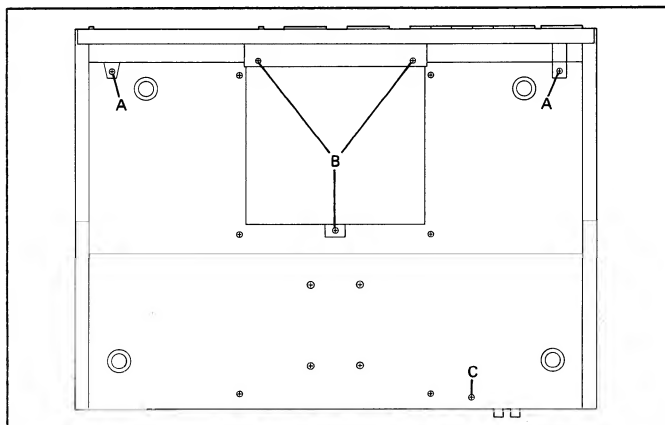
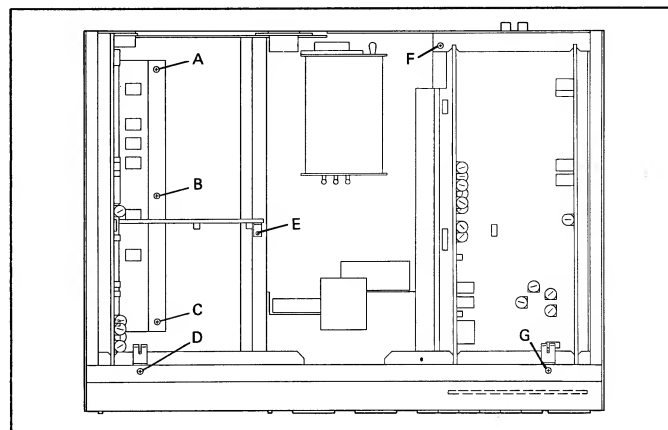

Fig. 2.1
Fig. 2.2
- an der Geräteunterseite drei Schrauben [B] (Fig. 2.1) entfernen
- zwei Stecker abziehen, Schraube [E] (Fig. 2.2) entfernen und von SYSTEM CONTROL abziehen
- drei Schrauben [A, B, C] (Fig. 2.2) entfernen
- Schraube [F] (Fig. 2.2) und auf der Geräteunterseite Schraube [C] (Fig. 2.1) entfernen
- (Fig. 2.1) auf der Unterseite entfernen
- auf der Geräteoberseite zwei Schrauben [D, G] (Fig. 2.2) mit Zahnscheiben entfernen und Erdungsfedern abnehmen